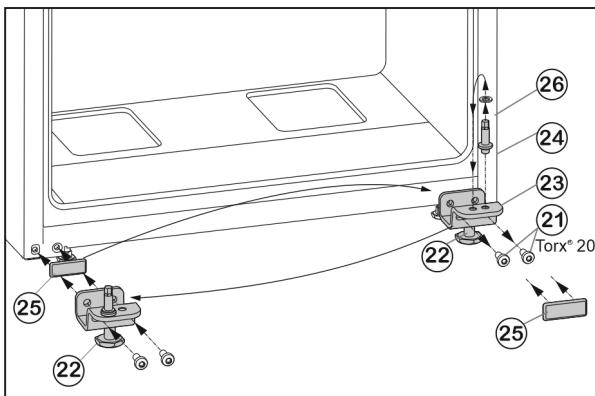

Fig. 7
- ▶ Odvijte pričvršne vijke *Fig. 7 (21)*.
- ▶ Skinite cijeli podložak ležaja dolje *Fig. 7 (23)* zajedno sa svornjakom ležaja *Fig. 7 (24)*, pločicom *Fig. 7 (26)* i podesivom nožicom *Fig. 7 (22)*.
- ▶ Potpuno odvijte svornjak ležaja *Fig. 7 (24)* zajedno s pločicom *Fig. 7 (26)*, premjestite ga u suprotnu prihvatnu rupu podloška ležaja i ponovo zavijte.
- ▶ Pažljivo skinite poklopac *Fig. 7 (25)* i premjestite ga na drugu stranu.
- ▶ Cijeli podložak ležaja dolje *Fig. 7 (23)* zajedno sa svornjakom ležaja *Fig. 7 (24)*, pločicom *Fig. 7 (26)* i podesivom nožicom *Fig. 7 (22)* ponovno pričvrstite na novoj strani šarke, po potrebi uz pomoć odvijača na baterije (**s 4 Nm**).
- ▶ Stavite donja vrata odozgo na svornjak ležišta *Fig. 7 (24)*.
- ▶ Odvijte podesivu nožicu *Fig. 7 (22)* napodlošku ležaja dolje *Fig. 7 (23)* tako da se podupre o pod.